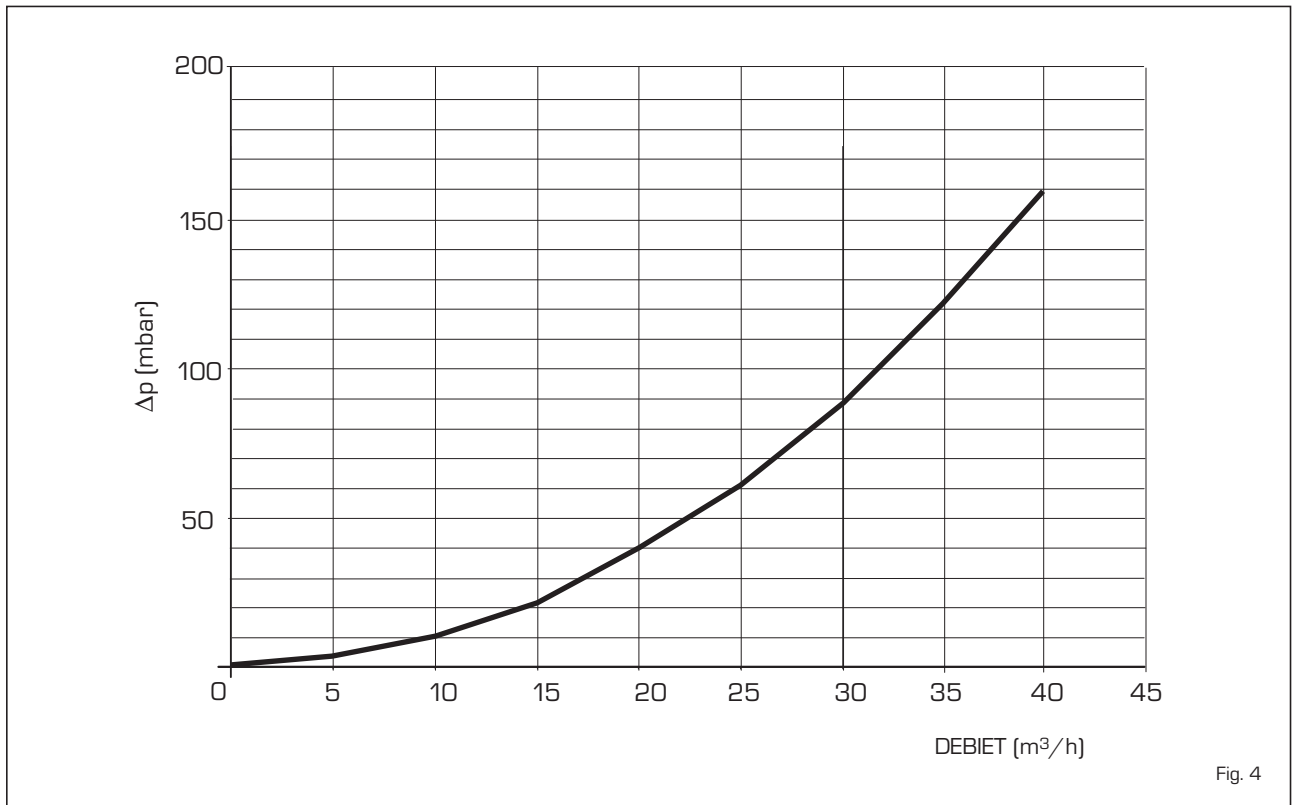

Fig. 4
1.6 LASTVERLIES VAN DE HYDRAULISCHE COMPENSATOR OP AANVRAAG GELEVERD IN DE KITS MET COD. 8101552/53 (fig. 4)